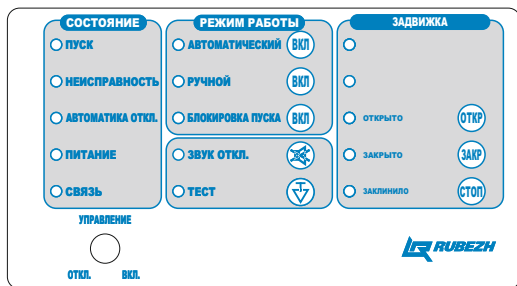

Рисунок 4- Панель управления ШУ
1.5.9 На лицевой стороне ШУ расположены индикаторы и органы управления с защитой от несанкционированного доступа. Все индикаторы и органы управления разделены на три группы **СОСТОЯНИЕ**, **РЕЖИМ РАБОТЫ** и **ЗАДВИЖКА** (Рисунок 4).